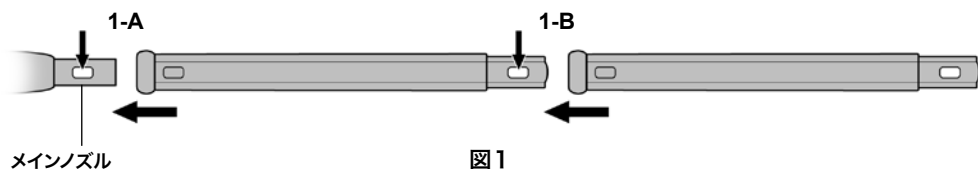

図1
1. メインノズルと延長パイプを一直線に置いてください。(図1)
2. メインノズルにある青いロックボタンを押しながら、1本目の延長パイプをメインノズルに差し込んでください。延長パイプをボタンに合わせ、カチッと音がするまで押しつけてください。(図1-A)
3. 2本目の延長パイプも同様に接続してください。(図1-B)